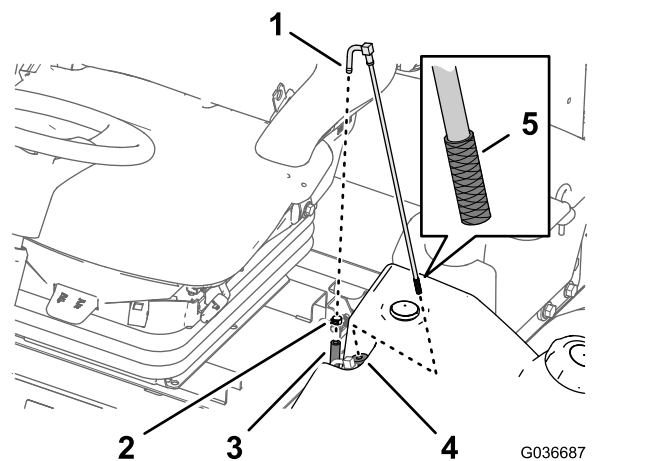

図 65
2. フィッティングからホースを取り外す 図 65。
3. 燃料タンクから燃料供給チューブを取り出す 図 65。
4. 燃料供給チューブの端部のスクリーンにたまっているごみでいねいに取り除く 図 65。
5. ゴム製ブッシュを通して燃料タンク内部へ燃料供給チューブを挿入する 図 65。
1. 燃料供給ホースを燃料供給チューブに固定しているホースクランプを外す 図 65。